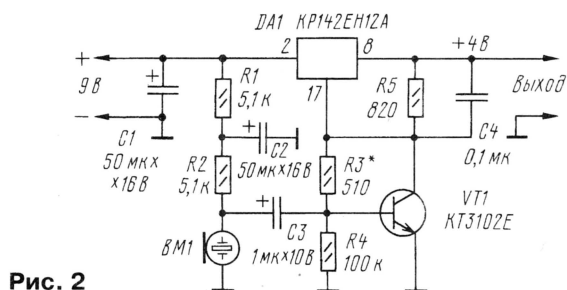

Рис. 2
**Модулятор.** Ток через управляющий вывод микросхемы относительно стабилен, поэтому подключение к нему каскада на транзисторе позволит получить усилитель переменного напряжения с большим коэффициентом усиления. В итоге удастся построить сравнительно простой модулятор (рис. 2) для малогабаритной переносной АМ радиостанции. Усиление его таково, что при использовании электретного микрофона BM1 средней чувствительности амплитуда переменного напряжения на выходе микросхемы составляет несколько вольт. А этого достаточно для модуляции выходного каскада передатчика.